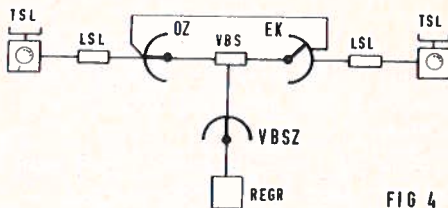

FIG 4
De *oproepzoeker* (OZ) welke bij deze vrije VBS hoort gaat nu ook (door een commando van het CIO) draaien en stopt op de contacten van de OZ waarvan de LSL in oproeptoestand verkeert. Het CIO komt nu weer vrij en is weer beschikbaar voor hulp aan andere apparatuur. De oproeper krijgt kiestoon uit het REG. Het verbindingsschema ziet er nu uit als in fig. 4 is aangegeven.
Zoals bij intern verkeer beschreven en in fig. 4 voorgesteld is, krijgt de oproeper kiestoon uit het REG. Deze kiest nu een „0”. Het REG herkent dit als iets bij-zonders en roept direct de hulp van het CIO in. Dit neemt het gekozen cijfer over en maakt hieruit op, dat een netlijn nodig is. Eerst onderzoekt het nu welk kenmerk de oproeper heeft (OZ ken-merk) (H = huisverkeer; K = lokaal verkeer; IT = onbepert verkeer).